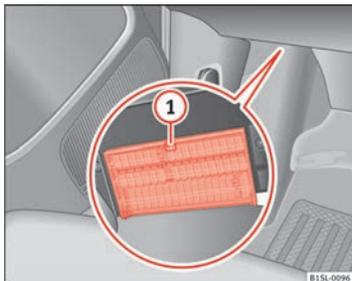

Abb. 142 Auf der Fahrerseite unter der Instrumententafel: Abdeckung des Sicherungskastens.
- **Öffnen:** Verriegelungshebel \Rightarrow Abb. 142 ① drücken, bis sich die Abdeckung öffnen lässt.
- **Schließen:** Abdeckung entgegen der Pfeilrichtung nach oben klappen, bis diese hörbar in den Verriegelungshebel ① einrastet.